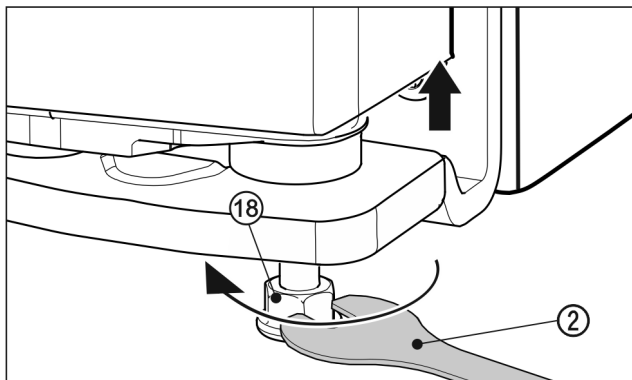

Fig. 26
- Zum Anheben der Tür den Stellfuß Fig. 26 (18) mit dem beiliegenden Gabelschlüssel Fig. 26 (2) rechtsherum bis Kontakt auf Fussboden herausdrehen. Dann weiter drehen bis die Tür in der Höhe verstellt ist. Im Auslieferungszustand ist der Lagerbolzen ganz eingedreht.